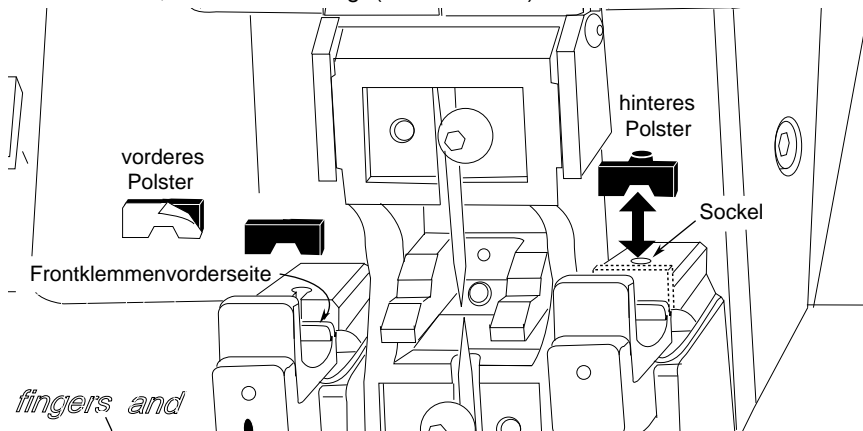

Abbildung 79
1. Entfernen Sie das alte Polster, indem Sie es vorsichtig vom zugehörigen Sockel abheben (siehe Abb. 79).
2. Richten Sie das neue Polster (zum Lieferumfang des Elektrodensets gehören vier Ersatzpolster) am Sockel aus, und drücken Sie das Polster langsam nach unten, bis es fest aufliegt (siehe Abb. 79).
3. Richten Sie das Polster vorsichtig an der Klemmenvorderseite aus, und drücken Sie es flach an (siehe Abb. 79).